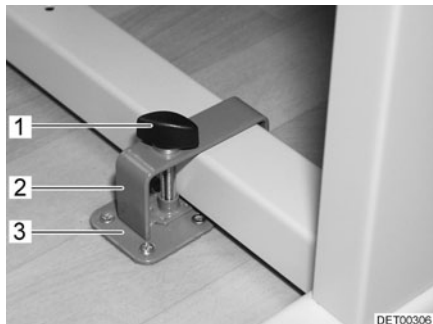
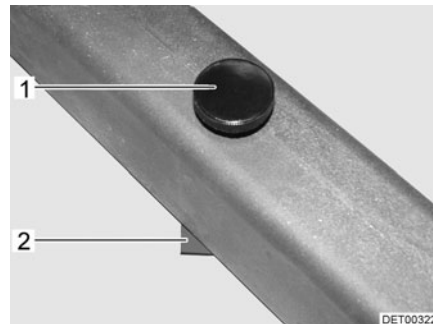

Fig. 80 Bloqueo mesa abatible con estribo
Fig. 81 Bloqueo mesa abatible sin estribo
- Colocar la mesa abatible junto a la sujeción (Fig. 80,3) o sobre la sujeción (Fig. 81,2).
- Colocar el estribo (Fig. 80,2) con el tornillo de sujeción (Fig. 80,1) sobre la pata de la mesa.
- Desplazar el estribo y de ser necesario la mesa abatible de tal manera que el tornillo de sujeción (Fig. 80,1 ó Fig. 81,1) pueda atornillarse en la sujeción (Fig. 80,3 ó Fig. 81,2).